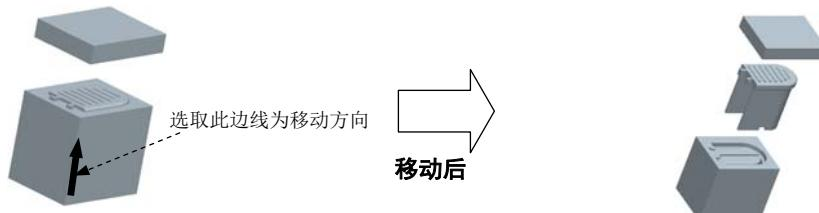

图 9.21 移动下模
Step3. 开模步骤 2：移动下模。输入要移动的距离值-25，移出后的状态如图 9.21 所示。